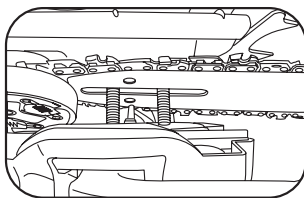

Рис. 3F
8. Установите обратно крышку таким образом, чтобы болты встали в предназначенные для них отверстия, а регулировочный штифт натяжения цепи встал в нижнее отверстие шины. (Рис. 3F)